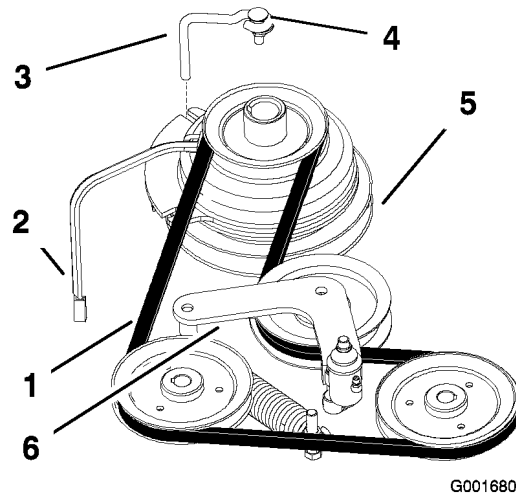

Figura 50
2. Retire el perno del tope del embrague y desconecte el cable eléctrico del embrague (Figura 50).
4. Retire la correa de tracción de las poleas del motor y de la bomba hidráulica (Figura 50).
5. Instale la correa nueva alrededor de las poleas del motor y de la bomba hidráulica (Figura 50).
7. Libere la presión en la polea tensora tensada con muelle (Figura 50).